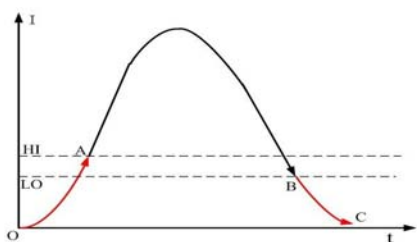

图 1: 电流继电器 1 工作原理
(1) **欠电流继电器 1:** 当检测电流正常时, 继电器 1 吸合, 当电流小于欠电流设定值时 L0, 继电器 1 触点释放。欠电流继电器 1 的动作和被测电流变化的关系如图 1 所示: 0A、BC 段表示欠电流保护区, 欠电流继电器释放, AB 段欠电流继电器吸合。合理设置
- (3) 保护输出类型为继电器式。
- (4) 自动捕捉被测电流的最大值和最小值并显示。
- (5) 大数码管窗口显示检测的实际电流, 小数码管为设置窗口, 正常时显示欠电流设定值。
- (6) 面板有欠电流指示灯, 内部有报警蜂鸣器。